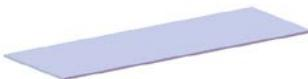
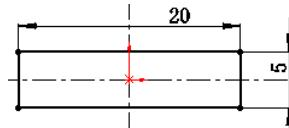

图 14.5.11 基体—法兰 1
图 14.5.12 横断面草图
Step2. 创建图 14.5.11 所示的钣金基础特征——基体—法兰 1。
(1) 选择命令。选择下拉菜单 **插入(I)** → **钣金(H)** → **基体法兰(A)...** 命令(或单击“钣金”工具栏上的“基体法兰/薄片”按钮 )。
(2) 定义特征的横断面草图。
① 定义草图基准面。选取前视基准面作为草图基准面。
② 定义横断面草图。在草图环境中绘制图 14.5.12 所示的横断面草图。
③ 选择下拉菜单 **插入(I)** → **退出草图** 命令，退出草图环境，此时系统弹出“基体法兰”对话框。
(3) 定义钣金参数属性。在 **钣金参数(S)** 区域的 **T₁** 文本框中输入厚度值 0.15。